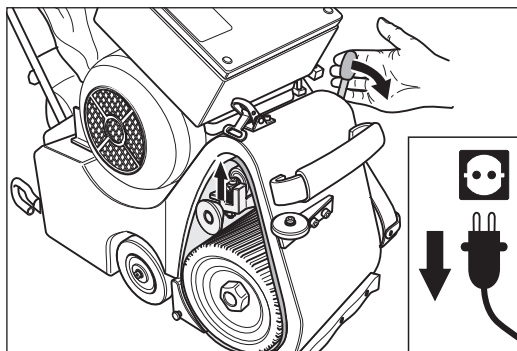

Abb. 18 Den Bedienungshebel des Aggregats nach unten drücken. Dadurch wird das Schleifband gespannt.
- 12 Drücken Sie den Bedienungshebel des Aggregats nach unten (Abb. 18). Dadurch wird das Schleifband gespannt.
- Vor dem Einschalten der Maschine immer das Schleifband spannen (Abb. 18)!
- **Vor dem Einschalten der Maschine immer das Schleifband spannen (Abb. 18)!**